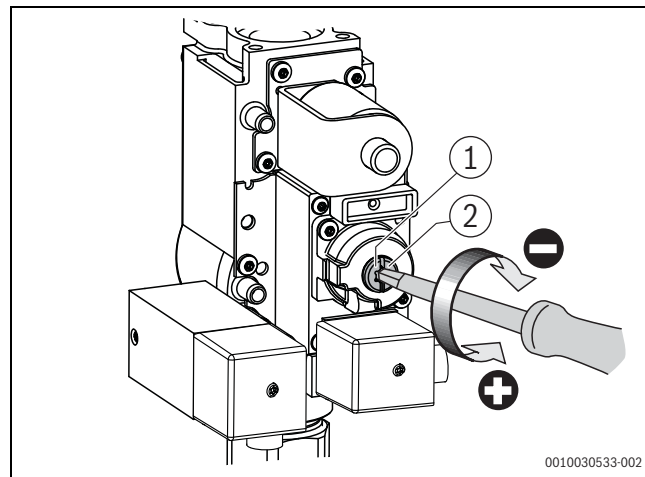

Fig. 13 Indstil O_2 -indholdet ved dellast (kedelstørrelse 75 – 100 kW)
- ▶ Drej lukkeskruen på gasarmaturet ud (→fig. 13).
- ▶ Indstil O_2 -værdien på indstillingsskruen for fuldlast til 5,4 % (→fig. 13).